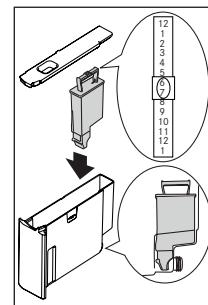

Abb. 37
- Verschieben Sie Zeiger des Datumsanzeigers (siehe Abb. 37), bis die Nutzungsmonate angezeigt werden (der Filter hält etwa 2 Monate).
- Setzen Sie den Filter in den Wassertank ein und drücken Sie, bis er den Boden des Tanks berührt (siehe Abb. 37).